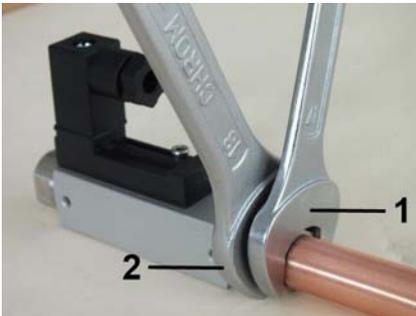

Abb. 10: Gerät einschrauben
2. ➔ Mit passendem Maulschlüssel (Abb. 10/1) die Übergangverschraubung der Rohrleitung eindrehen. Dabei die Geräteverschraubung mit einem passenden Maulschlüssel (Abb. 10/2) gegenhalten